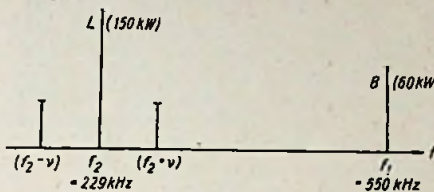

Abb. 7. Erläuterung des Luxemburg-Effektes
die zum Ausdruck bringen, daß durch das verzerrende Glied 3. Ordnung die ursprünglich unmodulierte Trägerfrequenz  $\omega_1$  mit der Tonfrequenz der „störenden“ Trägerwelle  $\omega_2$  moduliert erscheint ( $\omega_1 \pm \nu$  und  $\omega_1 \pm 2 \nu$ ). Das verzerrende Glied kann auch in der stark ionisierten Heavysideschicht vorhanden sein, womit man gewöhnlich die als „Luxemburg-Effekt“ bezeichnete Erscheinung der gegenseitigen Störung zweier in ihren Trägerfrequenzen sehr verschiedenen Sender erklärt. Der Effekt wurde zuerst beim Sender Luxemburg (L in Abb. 7) beobachtet. Auf der unmodulierten Welle des Senders Beromünster (B) konnte Luxemburg abgehört werden.